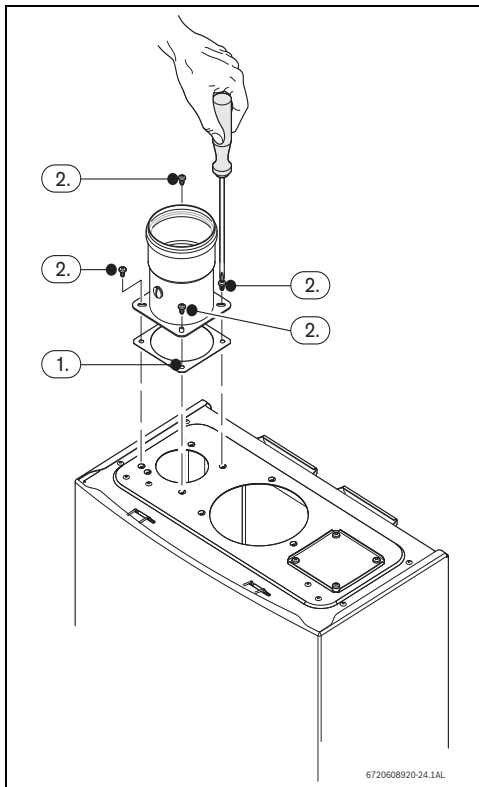

Fig. 27
- ▶ Collocare la guarnizione tra l'apparecchio e l'accessorio base, Fig. 27 , pos. 1.
- ▶ Serrare le 4 viti dell'accessorio base, Fig. 27 , pos. 2.